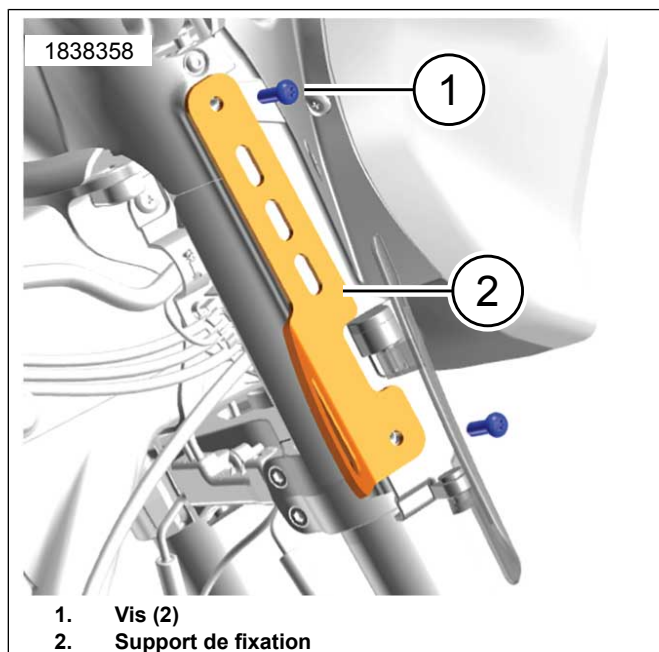

Figure 2. Installer le support de fixation
1. Figure 2 Installer le support de fixation (2) et les **nouvelles** vis (1).